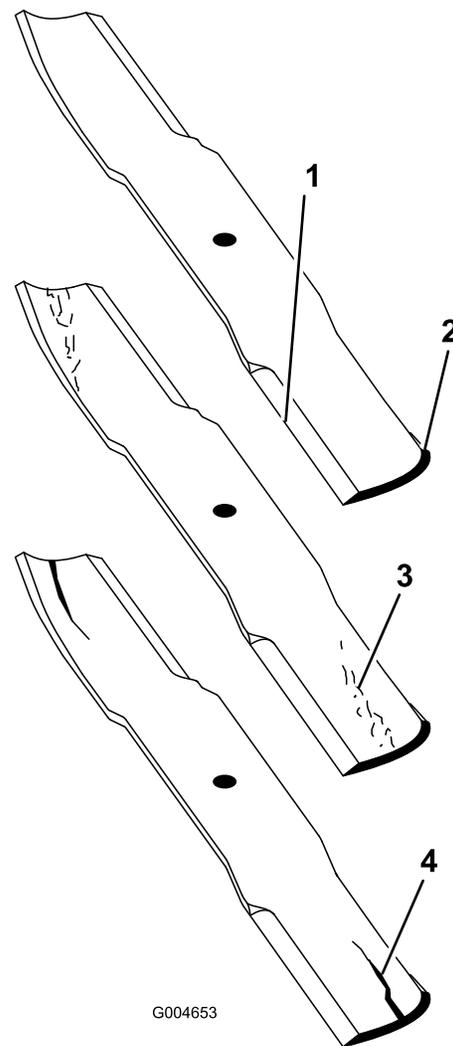

Bild 98
2. Prüfen Sie die Schnittkanten des Messers sorgfältig, insbesondere dort, wo die geraden Flächen die gebogenen berühren (**Bild 98**).
Hinweis: Da Sand und anderes reibendes Material das Metall abschleifen kann, das die flachen mit den gebogenen Teilen verbindet, müssen Sie das Messer vor jedem Einsatz des Rasenmähers prüfen. Wenn Sie Abnutzungen (**Bild 98**) feststellen, sollten Sie das Messer auswechseln.